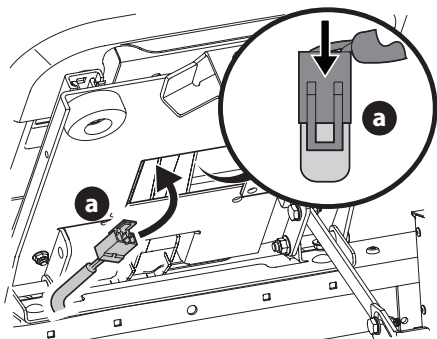

Fig. 10
4. Inserte el mazo de cables (a) en la parte inferior del asiento (Fig. 10).
**NOTA:** al conectar el mazo de cables (a), asegúrese de empujar el exceso de cable del mazo de cables (a) al interior del orificio de la caja del asiento antes de continuar (Fig. 10).